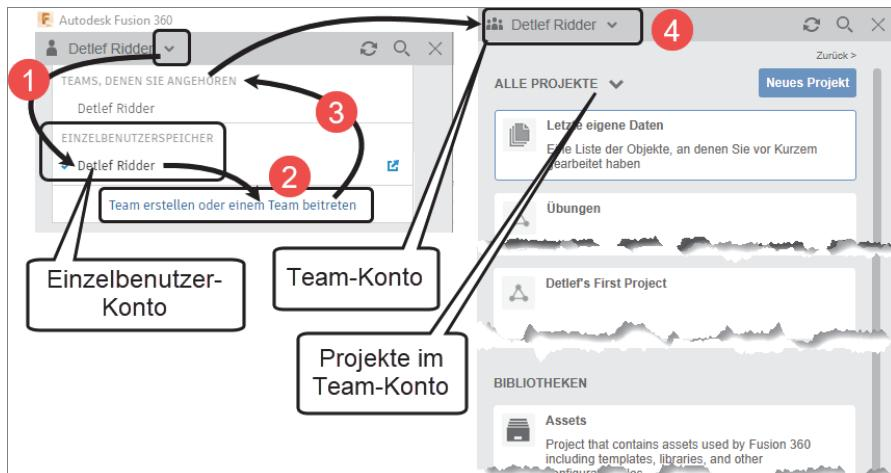

Abb. 1.8: EINZELBENUTZER- und TEAM-KONTO
Neben dem normalen EINZELBENUTZER-KONTO können Sie auch ein TEAM-KONTO anlegen (Abbildung 1.8) ①–④ um dort Projekte auch zur Beteiligung anderer freizugeben.